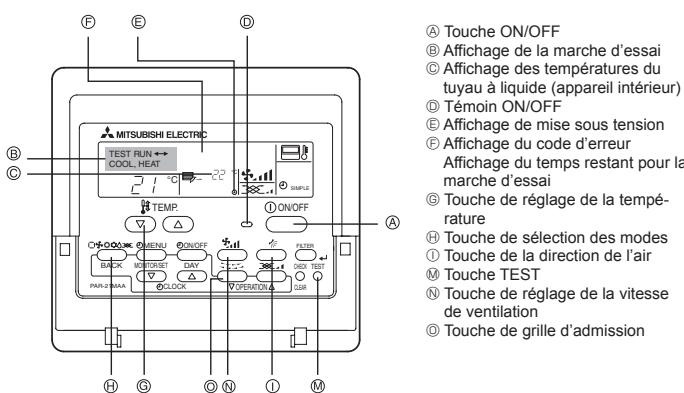

Fig. 6-1
Utilisation de la télécommande filaire (Fig. 6.1)
- Utilisation de la télécommande filaire (Fig. 6-1)**
- ① Mettre l'appareil sous tension au moins douze heures avant l'essai de fonctionnement.
- ② Appuyer deux fois sur la touche [TEST] (ESSAI). ➔ Affichage à cristaux liquides "TEST RUN" (ESSAI DE FONCTIONNEMENT)
- ③ Appuyer sur la touche [Mode selection] (Sélection Mode) et passer en mode refroidissement (ou chauffage). ➔ Vérifier si la soufflerie souffle de l'air froid (ou chaud).
- ④ Appuyer sur la touche [Fan speed] (Vitesse soufflerie). ➔ Vérifier si la vitesse de la soufflerie change.
- ⑤ Appuyer sur [la touche de direction de l'air] ou sur [la grille d'admission].